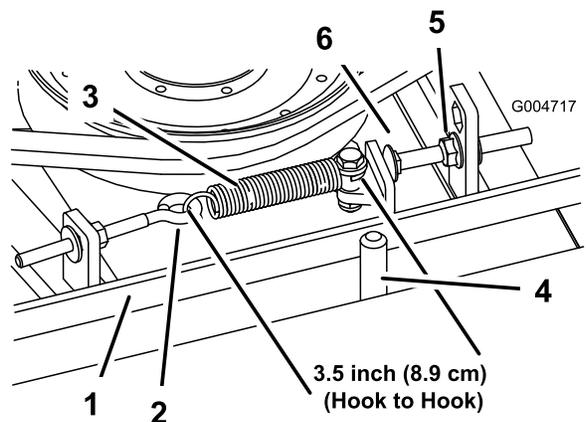

Рисунок 96
При правильном натяжении результат измерения натяжной пружины внутри (между крюками) должен быть приблизительно равен 8,9 см ± 0,63 см. После достижения правильного натяжения пружины отрегулируйте упорный болт (каретный болт) до достижения зазора приibl. 0,32 см ± 0,152/0,000 см между головкой болта и рычагом натяжного шкива (Рисунок 96).
**Примечание:** Убедитесь, что ремень расположен на направляющей ремня со стороны пружины (Рисунок 96).
2. Ослабьте рым-болт, чтобы можно было снять натяжную пружину (Рисунок 96).
3. Ослабьте фланцевую гайку, которая крепит упорный болт к монтажному выступу. Отверните гайку на достаточную величину, чтобы рычаг натяжного шкива мог пройти мимо упорного болта (Рисунок 96). Для снятия натяжения ремня отведите натяжной шкив от ремня.
8. Заново подсоедините натяжную пружину (Рисунок 96) к рым-болту и натяните ремень следующим образом: